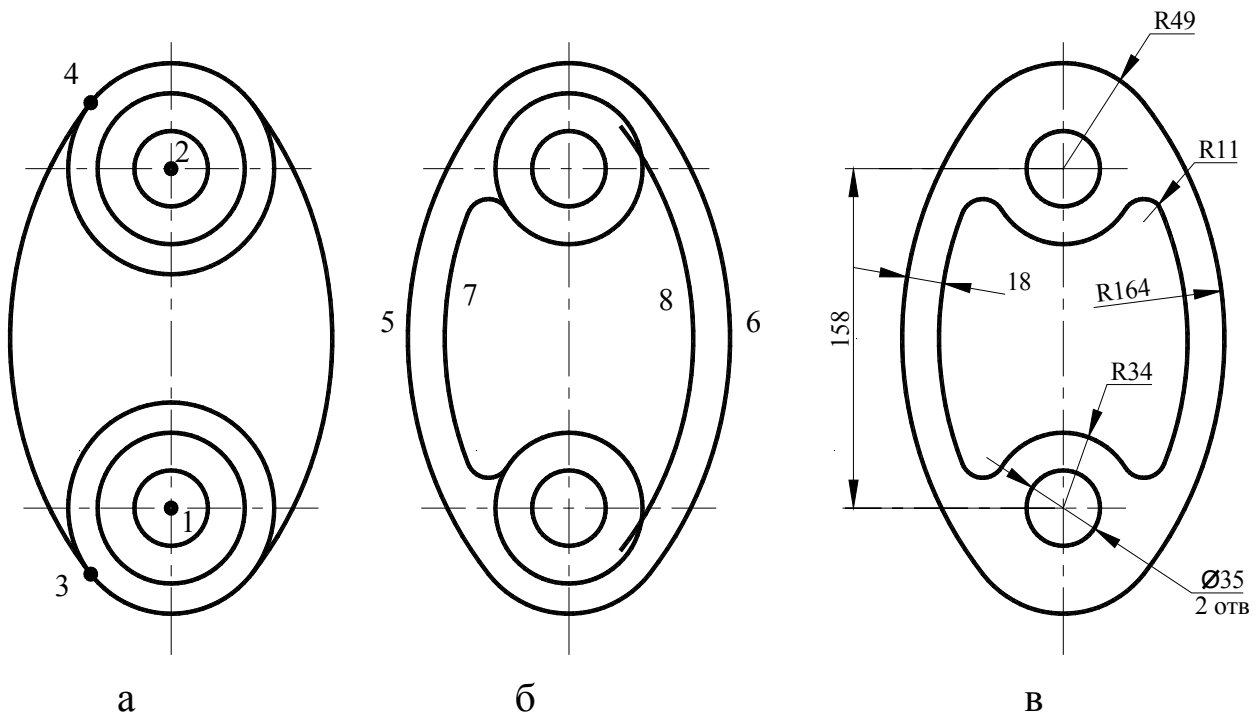

Рис. 3.3.
Виконати креслення деталі представлений на рис.3.3 в.
2. Установити режим **ОРТО** і **ПРИВЯЗКА** у **рядку стану**. Установити шар **Оси**. Використовуючи команду **ЛИНИЯ**, провести вертикальну осьову лінію **1-2** і горизонтальну через точку **1** (рис. 3.3 а.)
4. Установити шар **Основная**. Вимкнути режим **ОРТО**. За допомогою команди **КРУГ** виконати побудову кіл: одного діаметром 35 мм, двох - радіусами 34 мм і 49 мм (рис.3.3 а) з центром в точках **1** і **2**. Розміри дивись на рис.3.3 в.
7. Командою **ПОДОБИЕ** створити подібні дугам **5** і **6** дуги **7** і **8** на відстані 18 мм. (рис. 3.3 б.)
10. Нанести розміри, див. рис. 3.3 в.
Результат креслення представлений на рис. 3.3 в.